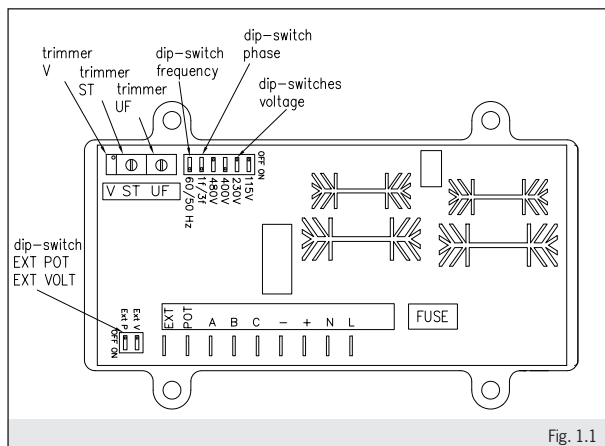
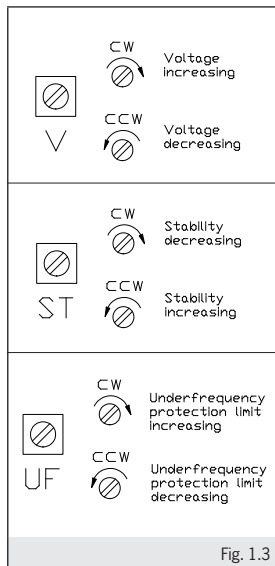
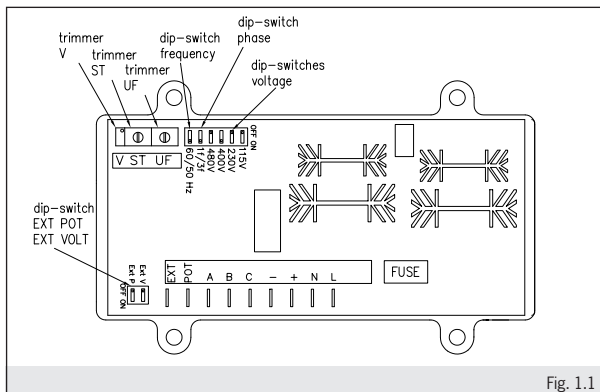

Fig. 1.1
Fig. 1.3
Fig. 1.1
È possibile modificare la tensione di uscita agendo sul potenziometro "V" (vedi fig.1.1, fig. 1.3). Con il gruppo in moto alla velocità nominale, regolare fino ad ottenere il valore cercato. Se ad una piccola variazione di velocità la tensione varia, allora è necessario regolare prima la protezione di sotto-velocità.
The output voltage can be changed by adjusting potentiometer "V" (see fig.1.1, fig. 1.3). Run the generating set to its nominal speed and turn until the required voltage is obtained. If a small variation in speed causes a change in voltage, then the under speed protection should first be calibrated.
Il est possible de modifier la tension de sortie en agissant sur le potentiomètre « V » (voir fig.1.1, fig. 1.3). Avec le groupe en marche à la vitesse nominale, régler jusqu'à l'obtention de la valeur désirée. Si à une petite variation de vitesse la tension varie, il faut régler d'abord la protection de sous-vitesse.
Les interrupteurs de tension de détection ("dip-switches voltage" sur la fig.1.1) doivent être réglés comme suit:
Regolazione della stabilità (vedi fig.1.1, fig. 1.3): qualora si dovesse verificare delle fluttuazioni di tensione a carico, è possibile agire sul potenziometro "ST" che modula la prontezza di risposta del regolatore agli stimoli esterni, permettendo di eliminare eventuali instabilità del sistema alternatore - carico.
Regolazione della protezione della sottovelocità a 50 (60)Hz (vedi fig.1.1, fig. 1.3): portare il gruppo in rotazione regolandolo in modo da ottenere una frequenza di 46 (56) Hz. Ruotare il trimmer "UF" fino al punto in cui la tensione inizia a calare. Riportare il gruppo alla velocità nominale.
Remote voltages adjustment: wire the potentiometer (5kOhm, ½W) to the free terminals "EXT POT". Set the "dip-switch Ext P" to the "ON" position and "Ext V" to the "OFF" position (see fig. 1.1). Run the generating set to its nominal speed and adjust the external potentiometer and eventually also the trimmer "V" to obtain the required voltage (fig. 1.1, fig. 1.3).
Contrôle de la stabilité (voir fig. 1.1, fig. 1.3): si des fluctuations de tension sous charge devaient se vérifier, il est possible d'agir sur le potentiomètre "ST" qui module la rapidité de réponse du régulateur aux stimulations extérieures, en permettant d'éliminer les éventuelles instabilités du système alternateur - charge.
Réglage de la protection de la sous-vitesse à 50 (60) Hz (voir fig. 1.1, fig. 1.3): porter le groupe en rotation en le réglant de manière à obtenir une fréquence de 46 (56) Hz. Tourner le trimmer « UF » jusqu'au point où la tension commence à baisser. Reporter le groupe à la vitesse nominale.
Raccordement d'un potentiomètre extérieur: enlever le cavalier des bornes et connecter le potentiomètre (5 kΩ, 0.5 W) aux extrémités libres "EXT POT". Placez le commutateur «dip-switch Ext P» sur la position «ON» et «Ext V» sur «OFF» (voir fig. 1.1). Porter le groupe à la vitesse nominale et agir sur le potentiomètre externe et éventuellement sur le trimmer «V» afin d'obtenir la tension désirée (voir fig. 1.1, fig. 1.3).
Die Ausgangsspannung kann am Potentiometer "V" verändert werden (Siehe Abb. 1.1, Abb. 1.3). Bei mit Nenndrehzahl laufendem Aggregat auf den gewünschten Wert regulieren. Wenn bei geringfügiger Veränderung der Drehzahl auch die Spannung variiert, muss zunächst der Unterdrehzahlschutz reguliert werden. Die Schaltspannungsschalter („dip-switches voltage“ in Abb.1.1) müssen wie folgt eingestellt werden:
Es posible modificar la tensión de salida actuando en el potenciómetro "V" (fig. 1.1, fig. 1.3). Con el grupo en movimiento a velocidad nominal, regular hasta obtener el valor deseado. Si con una pequeña variación de velocidad la tensión cambia, es necesario en este caso regular en primer lugar la protección de subvelocidad. Los dip-switches de la tensión de detección ("dip-switches voltage" en la figura 1.1) se deben configurar de la siguiente manera.
Stabilitäts Control (Siehe Abb. 1.1, Abb. 1.3): sollten Spannungsschwankungen unter Last auftreten, kann auf den Potentiometer “ST” eingewirkt werden, welcher die Reaktion des Reglers auf externe Reize moduliert, so dass eventuelle Instabilitäten des Systems Drehstromgenerator – Last beseitigt werden.
Regelung der Unterdrehzahl auf 50 (60)Hz (Siehe Abb. 1.1, Abb. 1.3): das Aggregat drehen lassen und so einstellen, dass eine Frequenz von 46 (56)Hz erreicht wird. Den Trimmer “UF” auf den Punkt verstellen, an dem die Spannung beginnt abzufallen. Das Aggregat auf Nenndrehzahl bringen.
Remote Spannungsanpassung: anschließen die Potentiometer (5kOhm, ½ W) an den Klemmen “EXT POT”. Stellen Sie den entsprechenden DIP-Schalter unter “ON” (siehe Abb. 1.1). Den Trimmer “V” bis zum Anschlag im Gegenuhrzeigersinn drehen. Das Aggregat auf Nenndrehzahl bringen und auf das externe Potentiometer und möglicherweise auch auf dem Trimmer „V“ einwirken, bis die gewünschte Spannung erreicht ist (Abb. 1.1, Abb. 1.3).
Control de Estabilidad (fig. 1.1, fig. 1.3): si se produjeran fluctuaciones de tensión bajo carga, se puede actuar en el potenciómetro “ST” que modula la inmediatez de respuesta del regulador a los estímulos externos, eliminando eventuales inestabilidades del sistema alternador - carga.
Regulación de la subvelocidad a 50 (60) Hz (fig. 1.1, fig. 1.3): hacer girar el grupo regulándolo de manera que la frecuencia obtenida sea de 46 (56) Hz. Girar el trimmer “UF” hasta el punto en que la tensión empiece a disminuir. Poner de nuevo el grupo a la velocidad nominal.
Conexión de un potenciómetro externo (5kOhm, 0,5 W): conectar los cables libres “EXT POT” del potenciómetro. Coloque el interruptor dip-switch correspondiente en la posición “ON” (vea la figura 1.1). Llevar el grupo a la velocidad nominal y actuar en el potenciómetro externo y posiblemente también en el potenciómetro “V” hasta la tensión deseada (fig. 1.1, fig. 1.3).